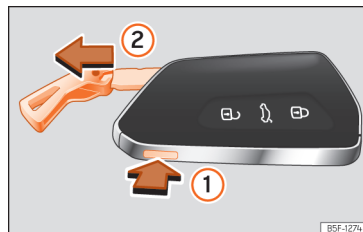

Fig. 70 Llave del vehículo: extraer el espadín.
- Pulse el botón »» fig. 70 ① para hacer salir la argolla a modo de llavero y poder extraer el espadín ②. Si presiona ligeramente sobre la argolla, esta se quedará fija a modo de llavero.
- Pulse el botón »» fig. 70 ① para desbloquear. Mantenga pulsado el botón ① y al mismo tiempo tire de la argolla en la dirección de la flecha »» fig. 70 ② para extraer completamente el espadín.